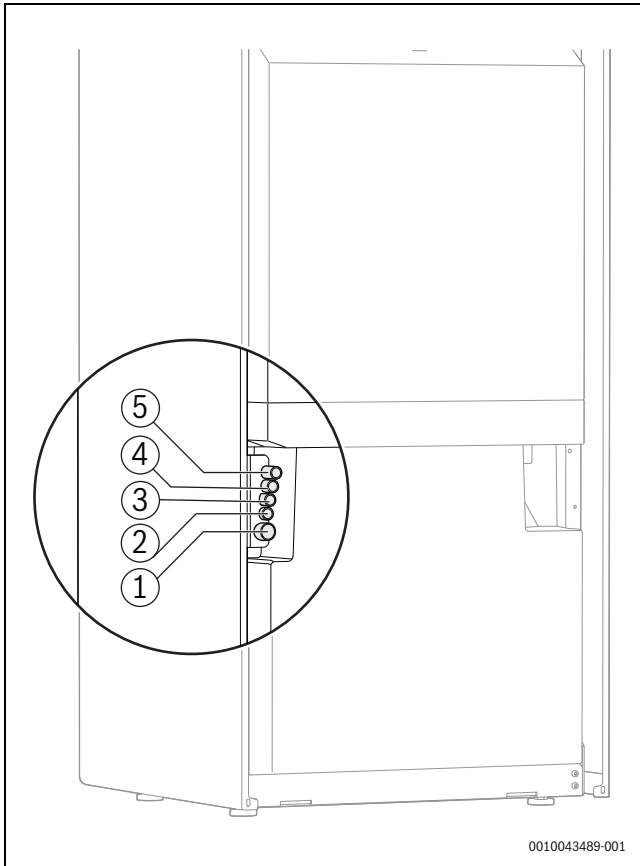

Bild 27 Rückansicht: Kabelführung der Netzkabel in der Inneneinheit
- ▶ Mit Hilfe eines Einzugsbandes die Netzkabel über die Leerrohre auf der Rückseite der Inneneinheit zur Elektronikbox führen. Auf die korrekte Zuordnung der Netzkabel zu den entsprechenden Kabelkanälen achten (→Bild 27).